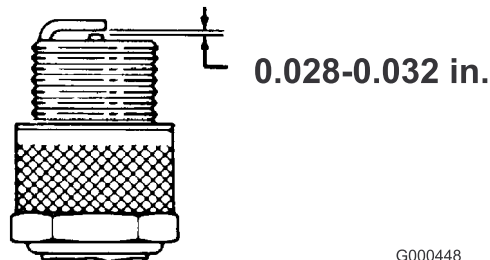

Bild 26
3. Stellen Sie den Abstand auf 0,7 bis 0,8 mm ein (Bild 26). Setzen Sie Zündkerzen ein, die den richtigen Abstand aufweisen, und ziehen Sie sie auf 23 Nm an.